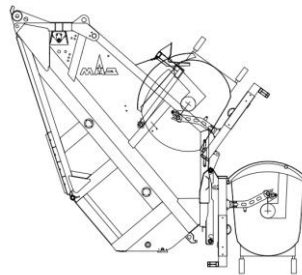

Рисунок 4.4.3 - Вместимость контейнера 0,5...1,1 м³
- вместимостью от 0,5 до 1,1 м³ - откидными захватами, за боковые цапфы на боковых стенках контейнера (Рисунок 4.4.3).
На мусоровозе установлен ловитель (Рисунок 4.4.4), который в рабочем положении при совместной работе с опрокидывателем предназначен для открывания круглой (сферической) крышки контейнера вместимостью $1,1 \text{ м}^3$ (Рисунок 4.4.3), а также дополнительно служит ограничителем при опрокидывании контейнеров вместимостью от $0,12$ до $0,8 \text{ м}^3$. Посредством тяги и каната ловитель связан с ручкой/рычагом.